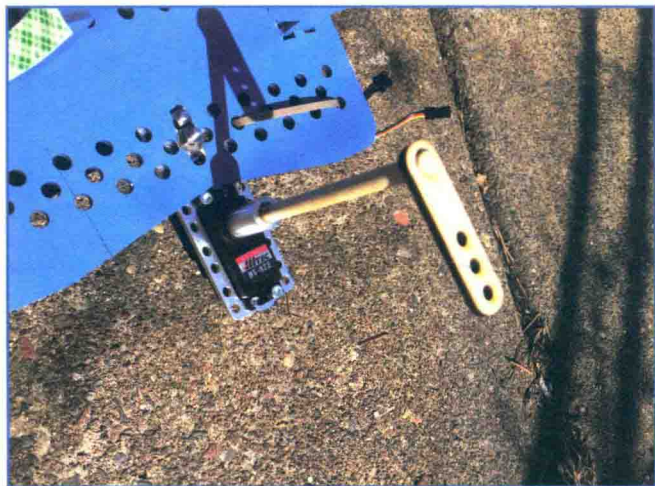

图 11.19 将木钉安装到伺服机构上
7. 用联轴器将木钉连接到伺服机构，如图 11.19 所示。只要将其放在伺服轮毂的齿条上，然后用马达所配的伺服臂螺丝固定。将木钉插入联轴器一端 5 毫米，并用搭配的固定螺丝固定。与此同时，将管座用胶水固定在木钉一端——这个小部件和艇体的其余部分都采用打印输出。